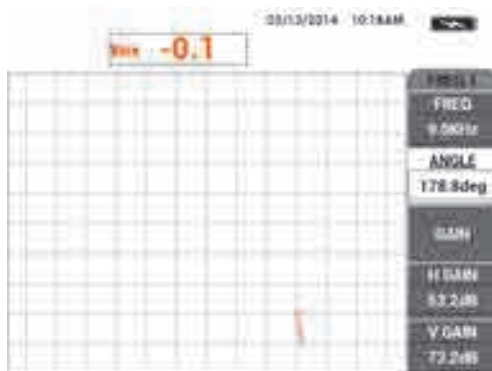

Рис. 5-129 Настройка значения ANGLE (Угол)
29. Плотно прижимая преобразователь к визитной карточке, настройте угол **ANGLE** (клавиша B) так, чтобы смешанный сигнал (оранжевый) оказался на той же высоте, что нулевая точка (см. Рис. 5-129 на стр. 224).